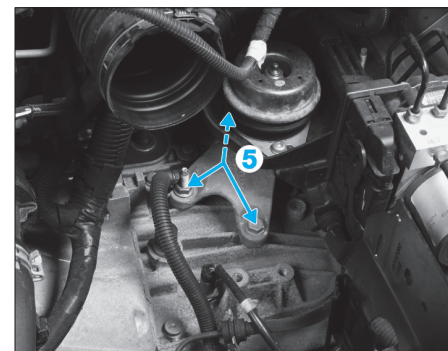

Fig. 5
- Déposer les trois vis du support moteur (5) (Fig.5).